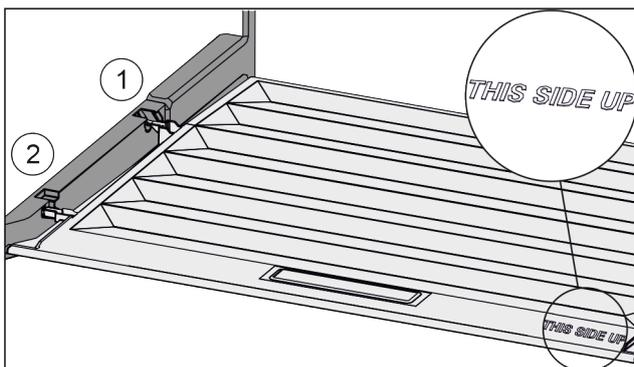

Fig. 52
- ▶ Deckelstege über Öffnung der hinteren Halterung Fig. 52 (1) einführen und vorne in Halterung Fig. 52 (2) einrasten.